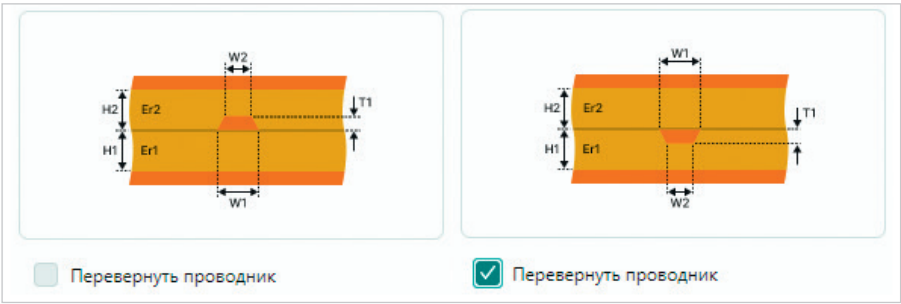

Рис. 3. Пример структуры с перевёрнутым проводником
3. Описание выбранной ЛП. Здесь же располагается опция: перевернуть проводник и тем самым имитировать положение ядра (основания диэлектрика) относительно целевого проводника (рис. 3).